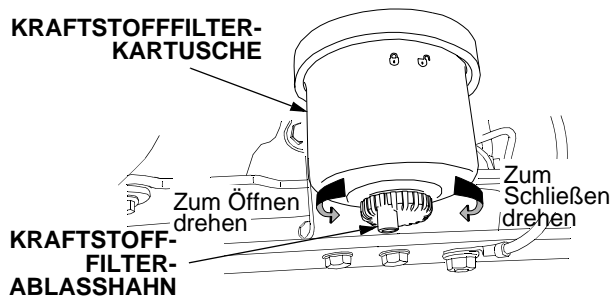

Abbildung 59
Das Kondensat vor jedem Gebrauch aus dem Kraftstofffilter ablassen (Siehe Abbildung 59).
- Den Motor stoppen und einen geeigneten Behälter unter den Filterablasshahn stellen. Siehe Abbildung 59.
- Den Ablasshahn gegen den Uhrzeigersinn aufdrehen. Das Wasser am Boden des Filters ablaufen lassen, bis nur noch reiner Diesekraftstoff aus dem Hahn austritt. Siehe Abbildung 59.
- Den Ablasshahn im Uhrzeigersinn zudrehen. Siehe Abbildung 59.